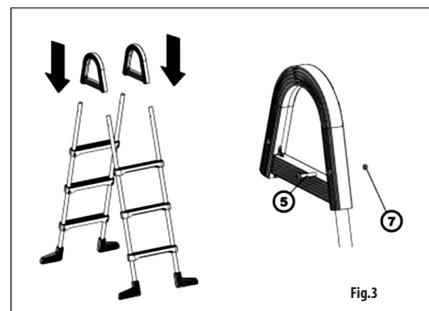

Fig. 3
Skjut in fömonterade stegen i plastbågar (2) (**Fig. 3**) och skruva ihop med medföljande skruvar (5). Se till att stegen är riktade åt rätt håll (skruvtoppar skall riktas „ut“ från poolstegen).